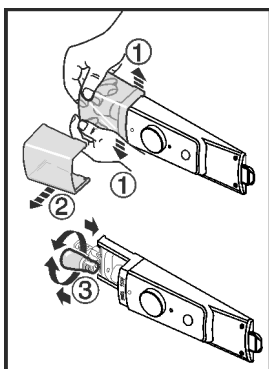

Fig. 14
- ▶ Pokrov svetilke glede na sliko spodaj v sprednjem delu povlecite narazen Fig. 14 (1) in izvlecite v stran Fig. 14 (2).
- ▶ Zamenjajte svetilko. Fig. 14 (3)